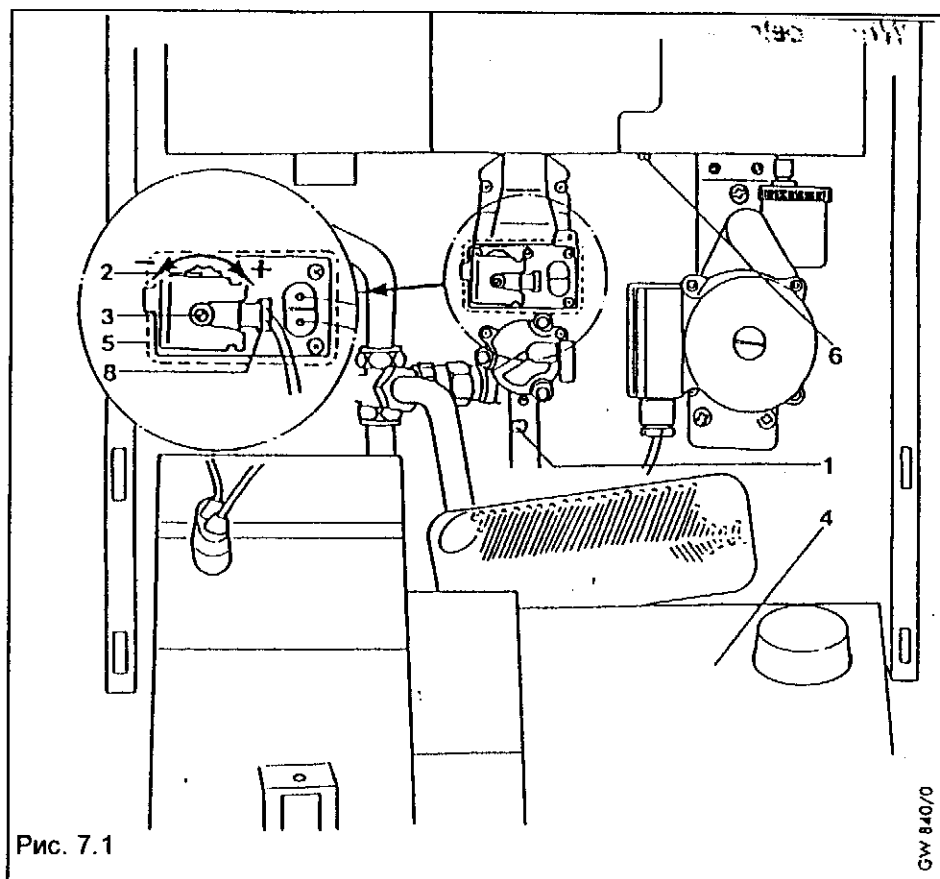

Рис. 7.1
- вывинтить уплотнительный винт в патрубке для измерения подсоединяемого давления (1, рис. 7.1).
- отпустить уплотнительный винт патрубка для измерения давления на соплах (6, рис. 7.1), но не вынимать полностью.
Указание: Регулировочный шпиндель (2, рис. 7.1) для наибольшей тепловой нагрузки и регулировочная ручка (3, рис. 7.1) для
При вращении регулировочного шпинделя (2, рис. 7.1) влево (давление на соплах уменьшается) установка наименьшей теп-
- Вывинтить уплотнительный винт в патрубке для измерения подсоединяемого давления (1, рис. 7.1).
- отвинтить защитный кожух (5, рис. 7.1) и снять его.